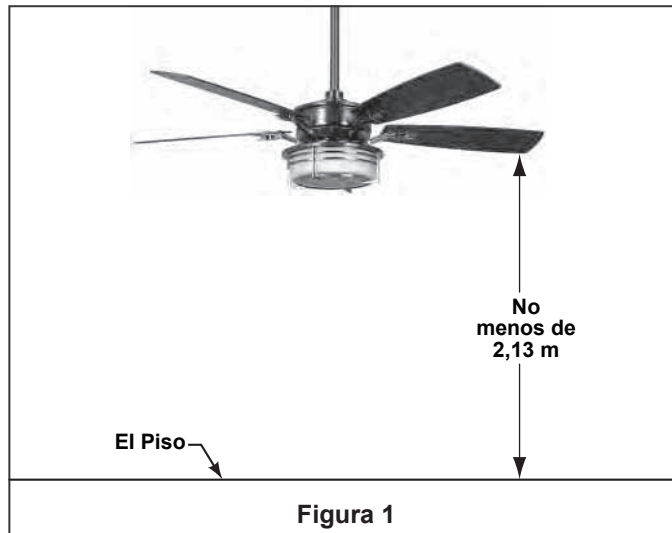

Figura 1
NOTA: Si no está seguro de la descripción de una pieza, consulte la ilustración del despiece. (Figura 1, página 29)
Su nuevo ventilador de techo requiere una línea de suministro eléctrico con conexión a tierra de 120 voltios de CA, 60 Hz, circuito de 15 amperios. La caja de distribución eléctrica debe estar bien asegurada y debe ser capaz de soportar una carga de, al menos, 22,7 kg (50 lb). La Figura 1 muestra diversas configuraciones estructurales que podrían utilizarse para montar la caja de distribución eléctrica.
2. Afloje el tornillo de fijación de la semiesfera para lograr que ésta pueda desplazarse libremente por el barral. Retire el pasador del barral y luego extraiga la semiesfera. Conserve el pasador y la semiesfera para su reinstalación en el Paso 6 (Figura 1).
Debe colgar el ventilador a una distancia mínima de 2,13 m desde las aspas hasta el piso. (Figura 1)